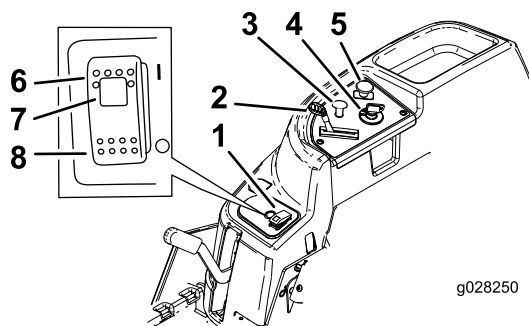
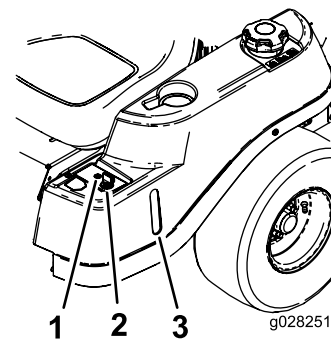

Figura 5
Figura 6
Antes de poner en marcha el motor y trabajar con la máquina, familiarícese con todos los controles en Figura 5 y Figura 6.
El interruptor de encendido tiene 3 posiciones—Desconectado, Marcha y Arranque. La llave puede girarse a Arranque, y se volverá a Marcha al soltarse. Gire la llave a la posición de Desconectado para parar el motor; no obstante, siempre retire la llave al dejar la máquina desatendida para evitar que alguien arranque el motor accidentalmente (Figura 5).
Utilice el estérter para poner en marcha el motor en frío. Tire del mando del estérter hacia arriba para activarlo. Para quitarlo, empuje el pomo del estérter hacia abajo (Figura 5).
El control del acelerador puede moverse entre las posiciones de Rápido y Lento. Mueva la palanca del acelerador hacia adelante para aumentar la velocidad del motor y hacia atrás para reducir la velocidad del motor (Figura 5).
El mando de control de las cuchillas (TDF) engrana y desengrana la transmisión de potencia a las cuchillas del cortacésped (Figura 5).
La mirilla de combustible, situada en el lado izquierdo de la máquina, puede utilizarse para verificar la presencia de gasolina en el depósito (Figura 6).
Este interruptor permite segar en marcha atrás cuando está activado. Para activar esta función, ponga el interruptor en Conectado y suéltelo una vez que la TDF esté engranada. Para desactivarla, desengrane la toma de fuerza (TDF) (Figura 6).
- Al mover el interruptor SmartPark™ a la posición de Conectado (Figura 5).